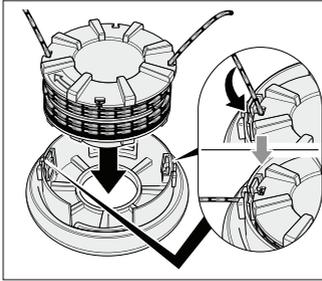

Fig. 16
- Encaixar a bobina na respectiva tampa e introduzir os terminais dos fios através das ranhuras opostas na tampa da bobina, (Fig. 16).
- Encaixar uma bobina nova na respectiva tampa, (Fig. 16) e introduzir os terminais dos fios através das ranhuras opostas na tampa da bobina.